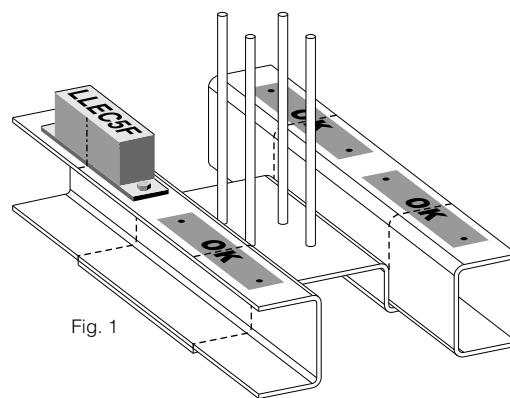
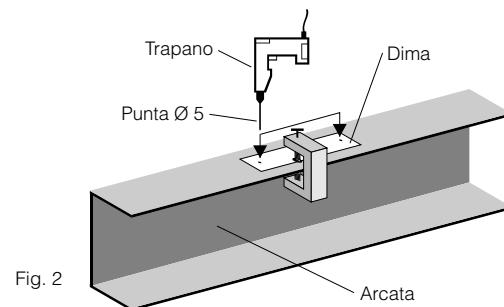

Fig. 1
Fig. 2
Il LLEC5F deve essere montato sulla parte superiore dell'arcata, in corrispondenza della linea (in Fig.1 è la linea tratteggiata) che separa la zona di contatto della piastra funi dal resto dell'arcata (Fig.1).
1. Con un morsetto, fissare la dima di foratura fornita (Fig.2) nella posizione indicata in Fig. 1.
2. In corrispondenza dei fori della dima forare con un trapano dotato di punta di diametro 5 mm (Fig.2).